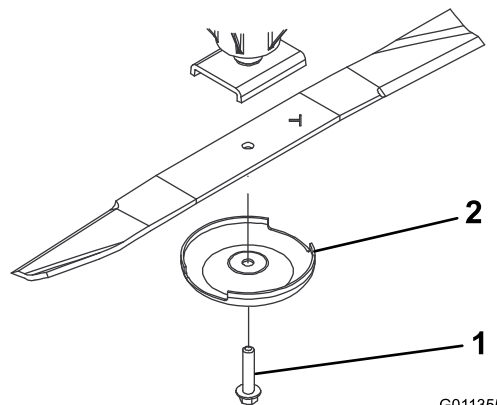

Bild 63
2. Halten Sie das Ende des Messers mit einem stark wattierten Handschuh oder wickeln Sie einen Lappen um es herum. Entfernen Sie die Messerschraube, die Antiskalpierkuppe und das Messer von der Spindelwelle (Bild 63).
3. Setzen Sie das Messer (der Flügel sollte zum Mähwerk zeigen) mit der Antiskalpierkuppe und der Messerschraube ein (Bild 63). Ziehen Sie die Messerschraube bis auf 115-149 Nm an.
Wenn sich das Messer abwetzen kann, bildet sich ein Schlitz zwischen dem Windflügel und dem flachen Teil des Messers (**Bild 63**). Zuletzt kann sich ein Stück des Messers lösen und aus dem Gehäuse herausgeschleudert werden. Das kann zu schweren Verletzungen bei Ihnen selbst und Unbeteiligten führen.